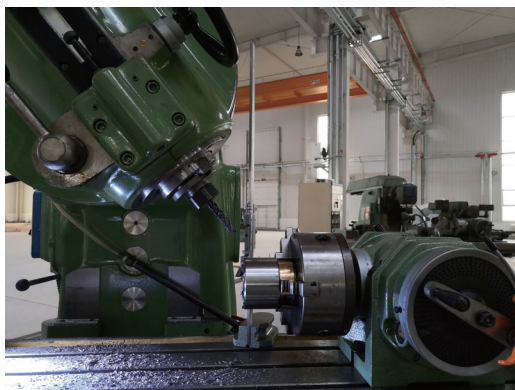

图2 工件装夹示意
1) 将万能分度头固定在立铣床的工作台面上，将所加工的工件装夹在万能分度头的卡盘上，将立铣头分度成所要加工的角度，如图2所示。